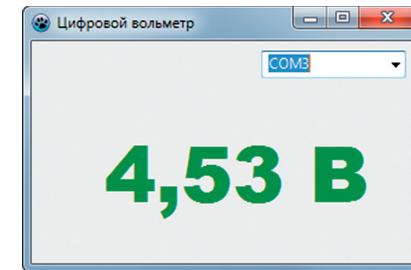

Рис. 4
16. Запустите программу. В окне формы должно появиться значение напряжения на входе АЦП. Меняя напряжение на входе с помощью обычной батарейки и потенциометра, убедитесь в том, что значения напряжения на входе АЦП изменяются, и вы наблюдаете это на экране (рис. 4). Всё отлично! Программа работает, а вы получили в пользование современный цифровой вольтметр, который станет вашим незаменимым